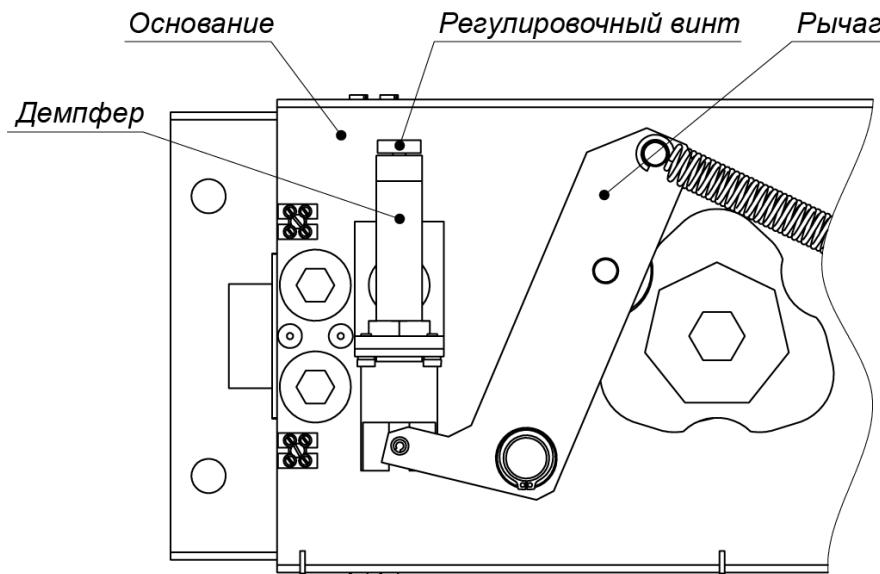

Рисунок 23. Демпфер турникета PERCo-RTD-16.2
1. Снимите крышку (9) с балки привода (8) (см. разд. 5.5).
2. Отверните шестигранным ключом SW1,5 стопорный винт регулировочного винта демпфера, расположенный на торце регулировочного винта (см. рис. 23).